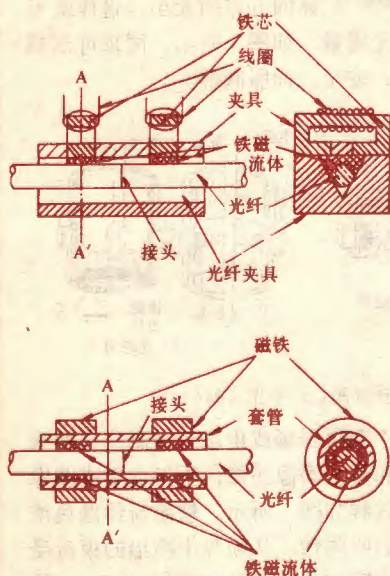

图7 光纤连接器
4. 光纤连接器 目前光纤在性能上已达到通信应用的要求,但是要把有限长度的微细光纤连接起来组成通信线路,光纤之间的接触和对中性要求很高,所以没有好的连接器,是光纤通信实用化的一大障碍。如采用如图7所示的光纤连接器,改变外加磁场大小就能调整光纤所受的压力,适于不同外径光纤的连接,接续和断开都十分方便。